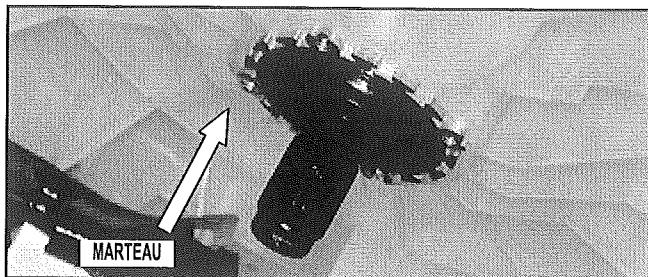

FIGURE 7
11. Retirer l'arbre d' entraînement et son joint (avec un marteau). Voir Figure 7.